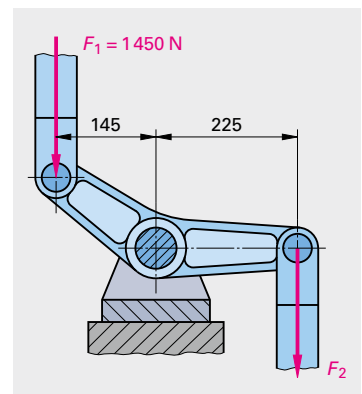

Bild 4: Kipphebel
- Kipphebel (Bild 4).** Am Kipphebel wirkt die Kraft  $F_1 = 1450 \text{ N}$ . Wie groß ist die Kraft  $F_2$ ?